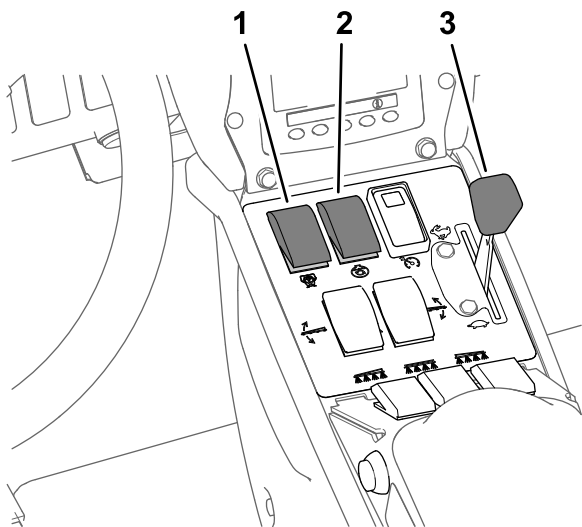

Bild 42
8. Stellen Sie den Rührwerk- und Sprühpumpenschalter in die EIN-Stellung (Bild 42).
9. Stellen Sie die Gasbedienung in die SCHNELL-Stellung (Bild 42).
Hinweis: In diesem Schritt wird vorausgesetzt, dass die Sprühpumpe eingeschaltet ist, siehe Bild 42 in Sprühen im Dosierungsmodus \(Seite 38\).
4. Stellen Sie die Gasbedienung auf die gewünschte Motordrehzahl, siehe Bild 42 in Sprühen im Dosierungsmodus \(Seite 38\).